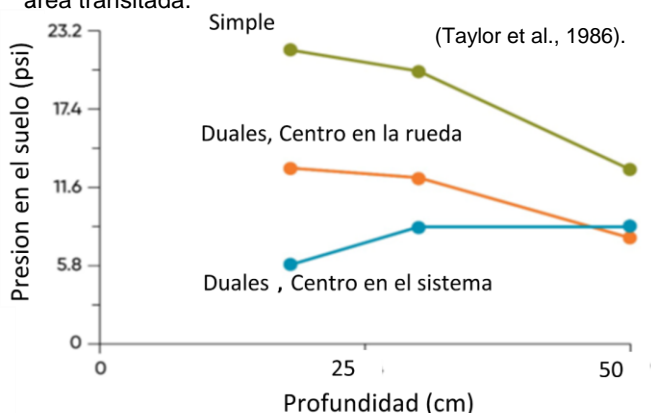

Fig 2 Compactación a diferentes profundidades según la configuración de rodados
- Un estudio que comparó simples vs duales y encontró que los duales redujeron la compactación superficial, pero dicha ventaja se redujo a mayores profundidades (Fig 2). Tanto los duales como los triples tienen la desventaja de aumentar el ancho del área transitada.